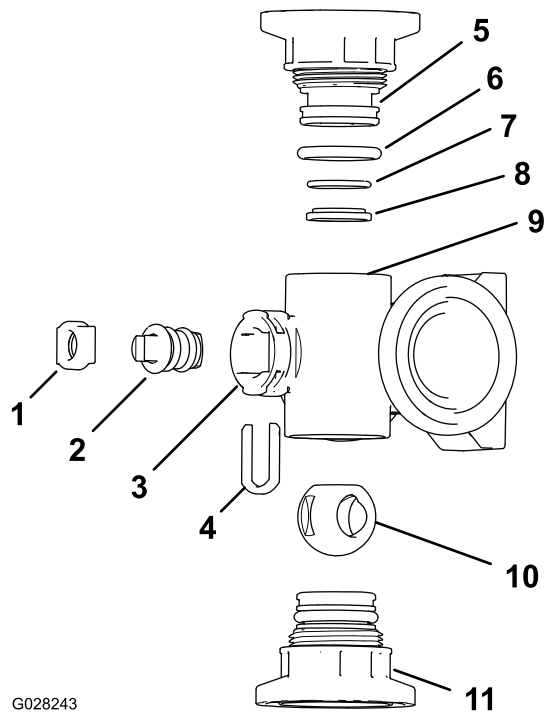
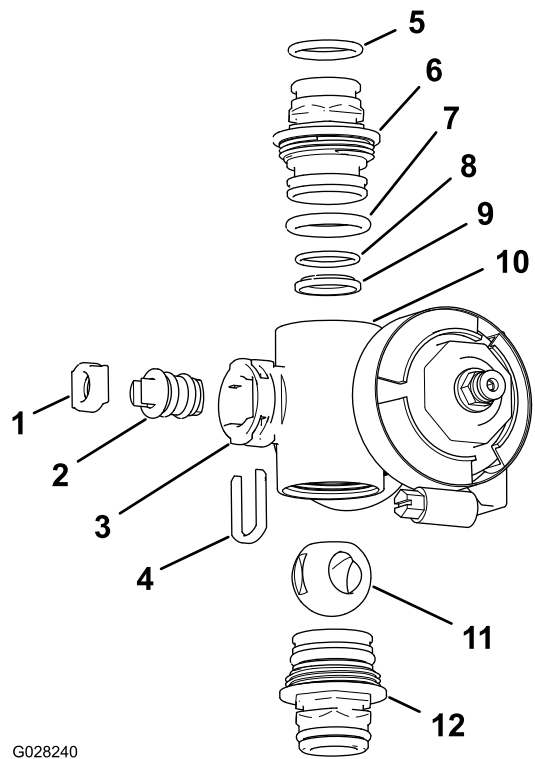

Bild 123
Bild 124
2. Nehmen Sie die zwei Endkappen-Anschlussstücke von jedem Ende des Verteilergehäuses ab (Bild 123 und Bild 124).
4. Nehmen Sie den Schafthalter aus den Schlitzen im Schaftanschluss im Verteiler heraus (Bild 123 und Bild 124).
5. Nehmen Sie den Schafthalter und den Ventilschaftsockel aus dem Verteiler heraus (Bild 123 und Bild 124).
6. Fassen Sie in das Verteilergehäuse und nehmen Sie den Ventilschaft heraus (Bild 123 und Bild 124).
1. Überprüfen Sie den Zustand der O-Ringe des Auslaufanschlusstücks (nur Abschnittventilverteiler), der Endkappen-O-Ringe, der hinteren O-Ringe und den Kugelsockel auf Beschädigungen oder Abnutzung (Bild 123 und Bild 124).
2. Tragen Sie Silikonfett auf den Ventilschaft auf und setzen ihn in den Ventilschaftsockel (Bild 123 und Bild 124) ein.
3. Setzen Sie den Ventilschaft und den Sockel in den Verteiler und befestigen Sie den Schaft und den Sockel mit dem Schafthalter (Bild 123 und Bild 124).
4. Stellen Sie sicher, dass die hinteren O-Ringe und der Kugelsockel ausgefluchtet sind und im Endkappen-Anschlussstück sitzen (Bild 123 und Bild 124).
5. Bringen Sie das Endkappen-Anschlussstück am Verteilergehäuse an, bis der Flansch des Endkappen-Anschlussstücks das Verteilergehäuse berührt, drehen Sie dann das Endkappen-Anschlussstück um eine weitere Achtel- bis Viertelumdrehung (Bild 123 und Bild 124).